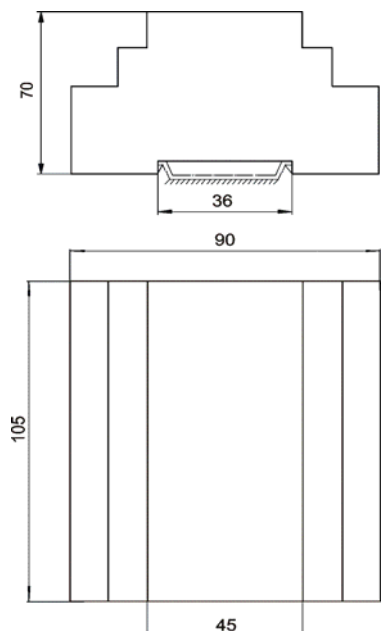

Рис. 1 Габаритные и установочные размеры БУАВР
- 3.31. Габаритные и установочные размеры БУАВР приведены на рис. 1.